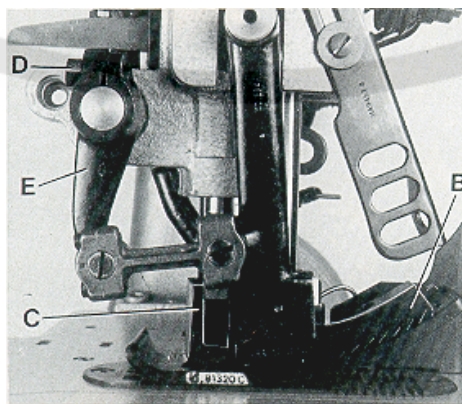

Fig.21
Assemble the upper feed dog (B, Fig. 21) and the presser foot (C). The upper feed dog (B) should not push against the front or rear end when moving in the slots of presser foot (C).
For setting the upper feed dog with respect to the slot ends in the presser foot and the tooth spaces of the lower feed dog, loosen screw (D, Fig. 21) and turn drive lever (E) accordingly to the front or rear. Retighten screw.
Montieren Sie den Obertransporteur (B, Fig. 21) und den Drückfuß (C). Der Obertransporteur (B) darf bei seiner Bewegung in den Schlitten im Drückfuß (C) weder vorne noch hinten anstoßen.
Zum Einstellen des Obertransporteurs in Bezug zu den Schlitten im Drückfuß und zu den Zahnflächen des unteren Transporteurs lösen Sie die Schraube (D, Fig. 21) und schwenken Sie den Antriebshebel (E) entsprechend nach vorn oder hinten. Ziehen Sie die Schraube wieder an.
The motion should be set so that the rear four teeth of the upper feed dog (B, Fig. 21) remain approx. 1/3 of their height in the presser foot slots when lifting.
Die Bewegung muß so eingestellt sein, daß die hinteren vier Zähne des Obertransporteurs (B, Fig. 21) beim Abheben noch mit etwa 1/3 ihrer Höhe in den Drückerfußschlitzen sind.